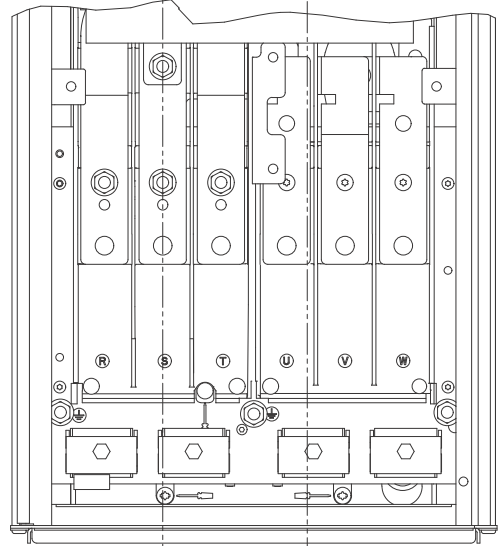

图 11 接地、供电电源和电机的接线
1. 将地线连接到终端 99 (PE)。见图11。
2. 将电机导线连接到终端 96 (U), 97 (V), 98 (W)。
1. 将地线连接到终端 95 (PE)。见图11。
在设计电缆连接时,将以下终端位置考虑在内。见图11。